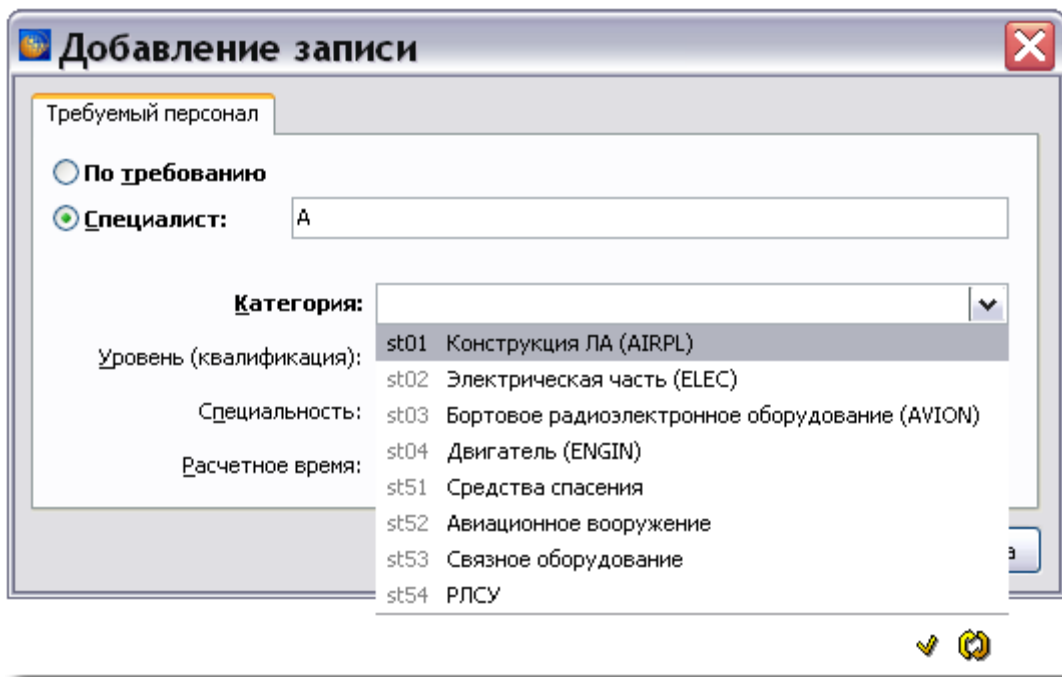

Рис. 7.37
4. Выберите нужную категорию из предлагаемого списка (Рис. 7.37). Возможен контекстный поиск по идентификатору элемента справочника с клавиатуры. Параметр является обязательным для ввода.